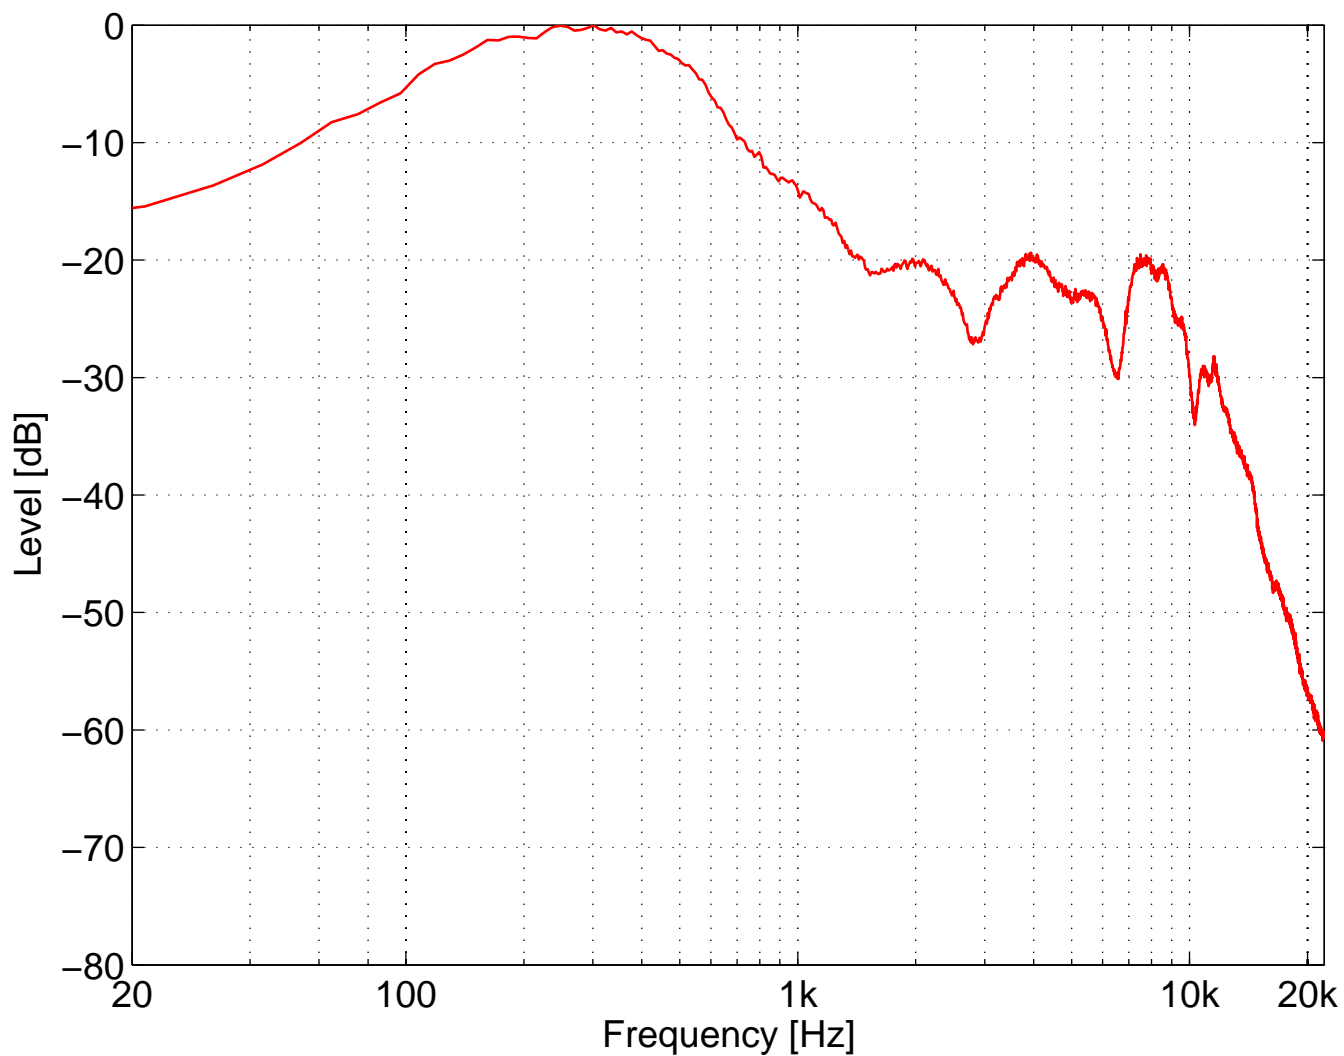

Abbildung 31: Spektrum „Rauschen Englischer (UK) Matrix Test“
Das Amplitudenspektrum des Kalibriersignal der Messung „Englischer (UK) Matrix Test“ (Rauschen Englischer (UK) Matrix Test) ist in Abbildung 31 abgebildet. Das Spektrum wurde auf 0 dB normiert.